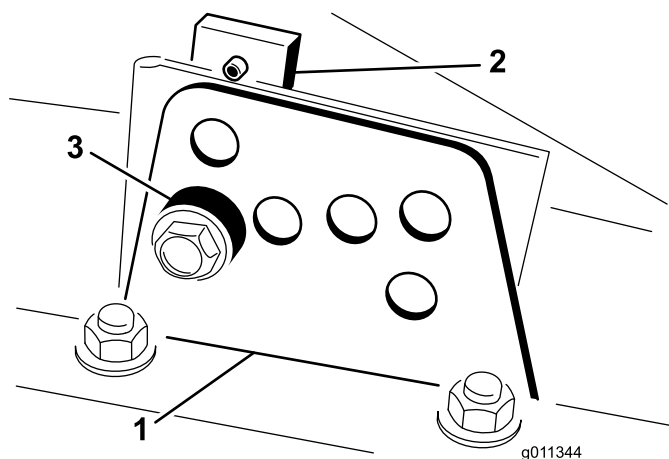

Figura 3
2. Afloje el perno que sujeta cada soporte de altura de corte a la pletina de altura de corte (delante y en cada lado) (Figura 3).